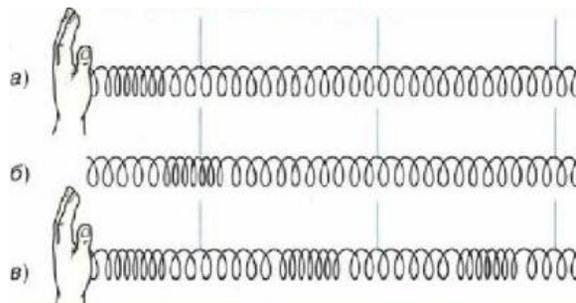

Рис. 4.
Надавим рукой на левый конец пружины (рис. 4а). Возникнет сгущение.
- Отпустим руку. Левый конец пружины вернется назад, а по пружине будет распространяться возмущение (рис. 4б).
- Будем совершать рукой гармонические колебания. По пружине побежит поперечная волна (рис. 4в).